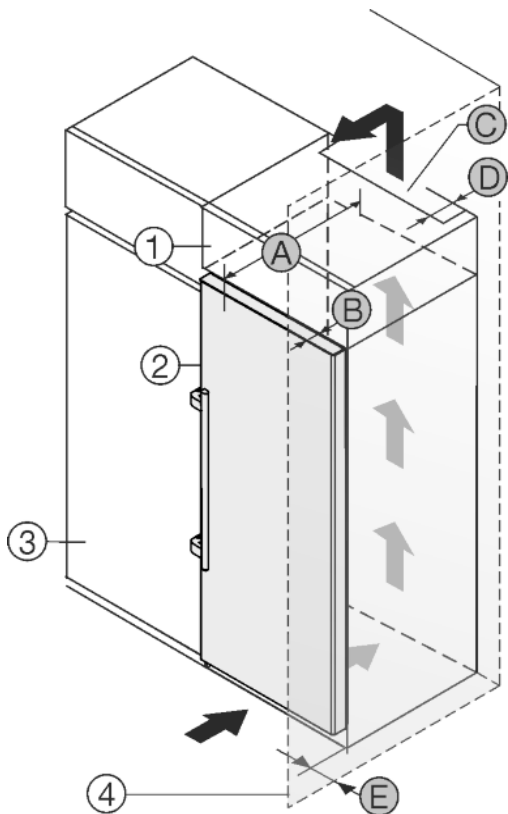

Fig. 20
Aparatul poate fi refăcut cu dulapuri de bucătărie. Pentru a aduce aparatul Fig. 20 (2) la același nivel cu mobilierul de bucătărie, se poate monta deasupra aparatului un dulap suspendat Fig. 20 (1).
Aparatul poate fi amplasat direct lângă dulapul de bucătărie Fig. 20 (3). Pentru a putea deschide complet ușa, aparatul trebuie să fie proeminent cu cel puțin grosimea Fig. 20 (B) față de suprafața frontală a dulapului de bucătărie. În funcție de grosimea dulapurilor de bucătărie și de utilizarea distanțierelor de perete, aparatul poate ieși mai mult în afară.
- În partea din spate a dulapului suspendat trebuie să existe o fantă de aerisire cu grosimea Fig. 20 (D) pe toată lățimea dulapului suspendat.
- Sub plafonul incintei trebuie să fie păstrată o secțiune de ventilație Fig. 20 (C).
Atunci când aparatul este montat cu balamalele lângă un perete Fig. 20 (4), trebuie să fie păstrată distanța Fig. 20 (E) între aparat și perete. Această valoare corespunde proeminenței mânerului cu ușa deschisă.